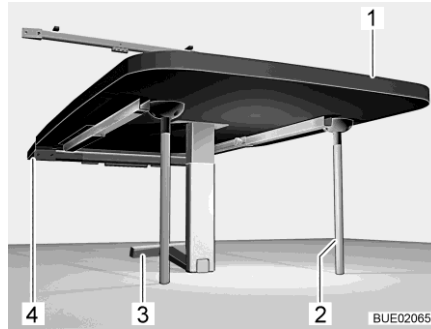

Fig. 138 Mesa colgante como base de cama
- Levantar la parte delantera del tablero de la mesa (Fig. 138,1).
- Abatir la parte inferior de la pata de apoyo articulada (Fig. 138,3) 90°.
- Insertar dos pies de apoyo (Fig. 138,2) adicionales en los alojamientos en el lado inferior del tablero de la mesa.
- Insertar la mesa en el listón de sujeción inferior (Fig. 138,4) y bloquearla.